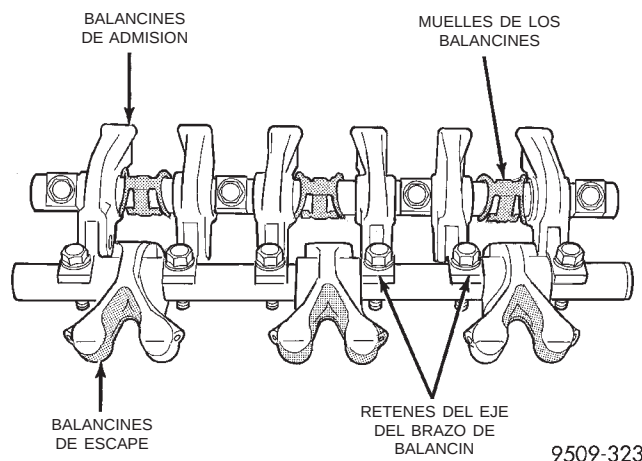
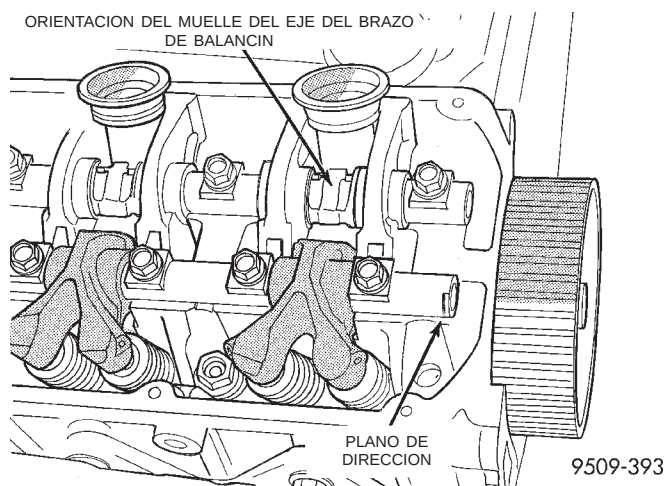

Fig. 46 Ejes del brazo de balancín
Fig. 47 Parte plana del eje del brazo de balancín
- (4) Afloje los dispositivos de fijación. Retire de la culata de cilindros los conjuntos de eje del brazo de balancín.
- (5) Marque los conjuntos de balancín y regulador de juego hidráulico para reensamblarlos en su posición original. Retire el conjunto de balancín y regulador de juego hidráulico. Los reguladores de juego se reparan como un conjunto con el balancín (Fig. 46).
- (1) Instale el balancín y los ejes con la parte PLANA del eje mirando hacia el lateral de la correa de distribución de la culata de cilindros derecha (Fig. 47). Para la culata de cilindros izquierda, instale el balancín y los ejes con la parte PLANA de los ejes mirando hacia el lateral de la transmisión del motor. Instale los retenes y abrazaderas de muelle en sus posiciones originales, en los ejes de escape y admisión (Fig. 46).